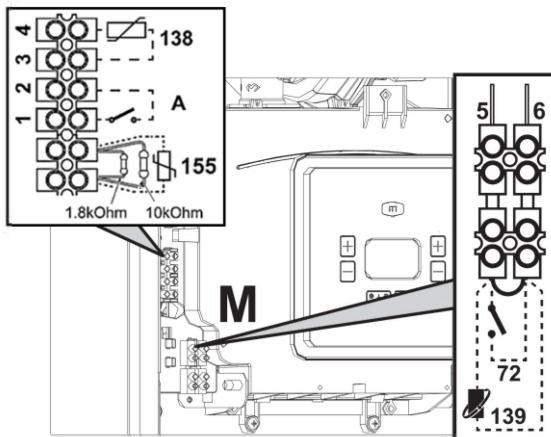
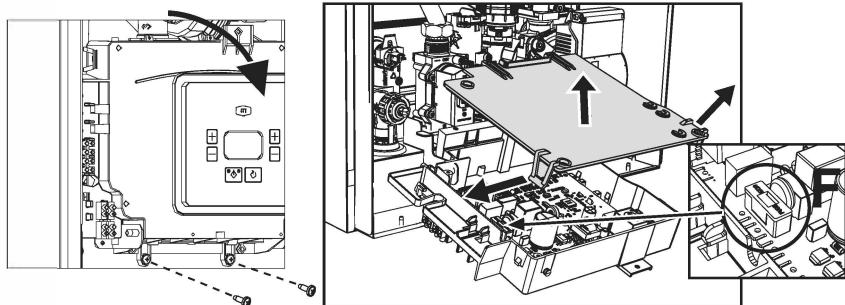

Рис. 18
Рис. 19
- После снятия передней панели (см. «Открытие передней панели» на стр. 32) можно получить доступ к клеммной колодке (**M**) и предохранителю (**F**), действуя как показано на рис. 18 и рис. 19. Клеммы, указанные на рис. 18, должны быть с **беспотенциальными (сухими) контактами (не 230 В)**. Расположение клемм для различных соединений показано на электрической схеме на рис. 44.